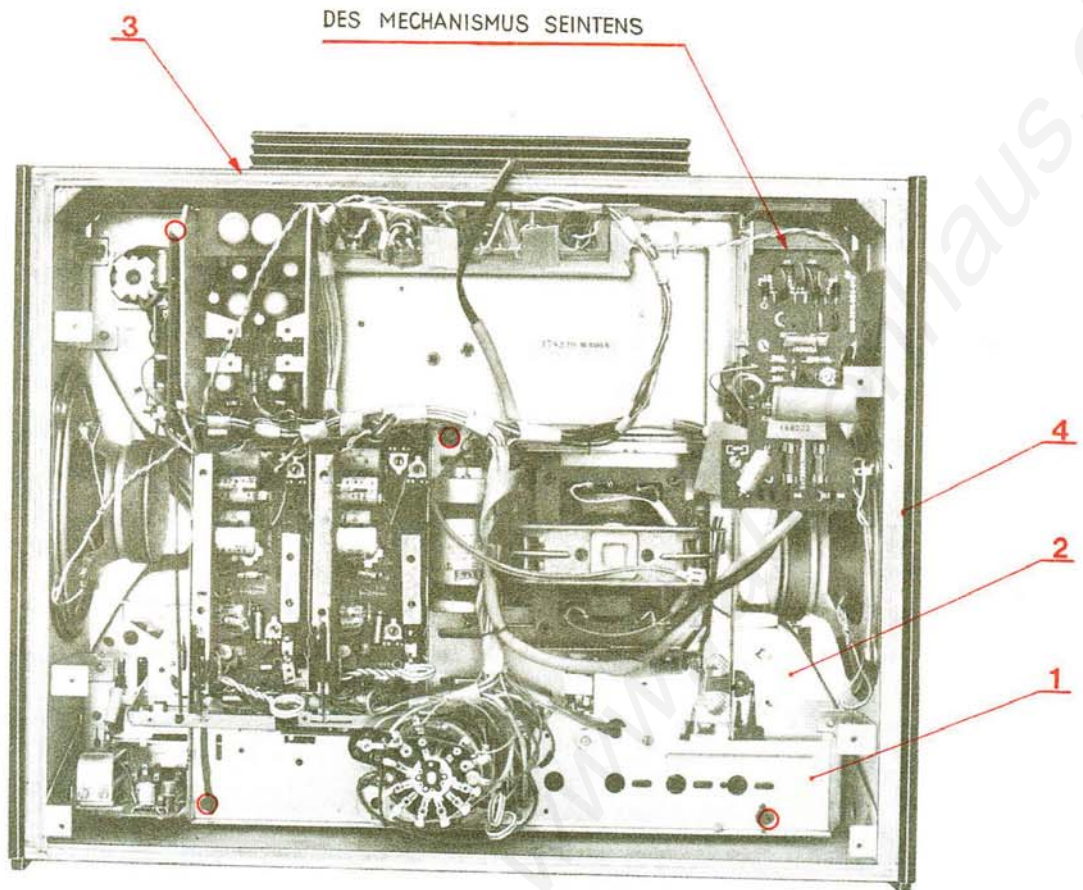

Bild 3
- in nächster Reihenfolge kann, nach Entfernung der fünf im Bild 3 gekennzeichneten Schrauben, der Rahmen mit der elektrischen Schaltung (1) vom Laufwerkchassis (2) getrennt werden, wobei zugleich der Transformator ausgebaut wird;
- die neun, das Laufwerkchassis (2) mit dem Holzrahmen (4) des Gerätegehäuses zusammenhaltenden Schrauben heraus-schrauben, die umgebogenen Lappen der Beschläge des Traggriffs (3) geradebiegen, den Traggriff abziehen und die Chassisplatte mit dem ganzen Mechanismus des Laufwerks aus dem Rahmen heben.
Zur Beachtung: Nicht vergessen, dass bei der Demontage des Geräts die elektrischen Steckverbindungen getrennt, sowie Motor- und Lautsprecheranschlüsse abgelötet werden müssen. Niemals ohne triftigen Grund die Befestigungsschrauben der Kopfbrücke heraus-schrauben und die Verbindung zwischen Rahmen und Chassisplatte trennen (Bild 3), da auf diese Weise eine Neujustierung beim Zusammenbau erzwungen wird.